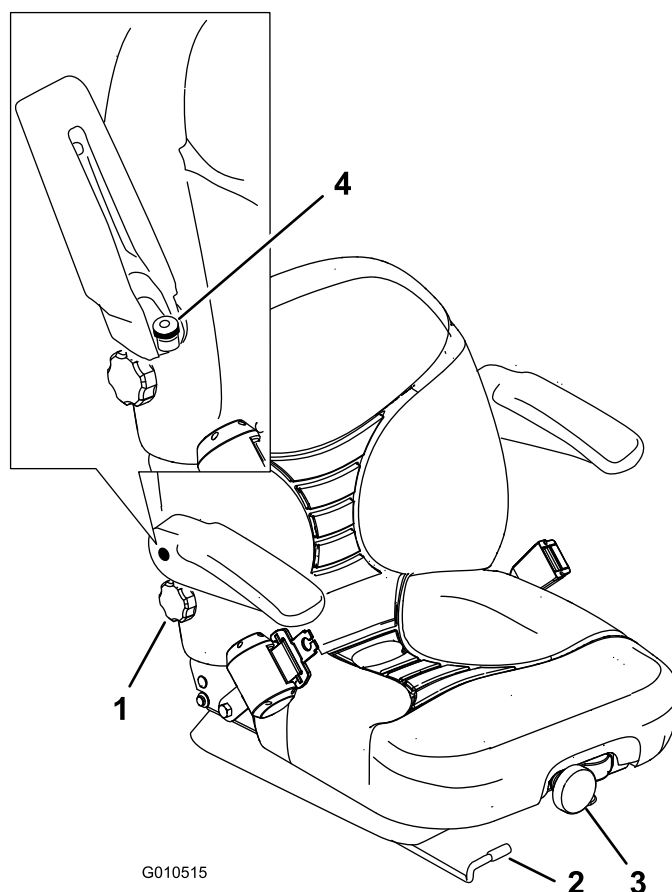

Figure 30
1. Poussez le levier de réglage sur le côté pour débloquer et régler le siège (Figure 30).
Pour ce faire, tournez le bouton avant dans un sens ou dans l'autre pour obtenir la position la plus confortable (Figure 30).
Pour ce faire, tournez le bouton situé sous l'accoudoir droit dans un sens ou dans l'autre pour obtenir la position la plus confortable (Figure 30).
Pour ce faire, relevez l'accoudoir et tournez le bouton dans un sens ou dans l'autre pour obtenir la position la plus confortable (Figure 30).